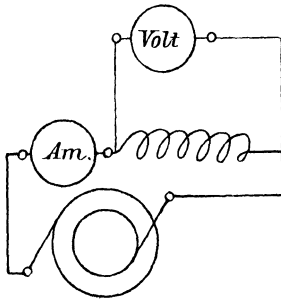

Fig. 81.
in den Stromkreis der Spule eingeschaltet ein Dynamometer Am. und parallel zur Spule ein Voltmeter (Fig. 81). Das erstere zeigte 200 [150] (260)⁰ Ausschlag an, das letztere 50 [48] (38) V. Die Tourenzahl der zwei-poligen Wechselstrommaschine wurde zu 2800 [2400] (3600) pro Minute bestimmt. Die Konstante des Dynamometers ist 0,355 und der Spulenwiderstand 5 [2] (1,5) Ω . Wie groß ist hiernach L?